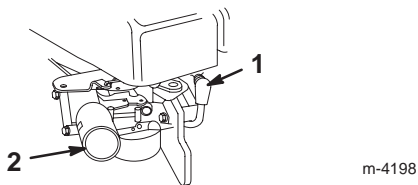

Figure 8
1. Branchez la bougie (Fig. 8).
2. Appuyez sur l'amorçeur à trois reprises, en marquant une pause d'une seconde chaque fois (Fig. 8).